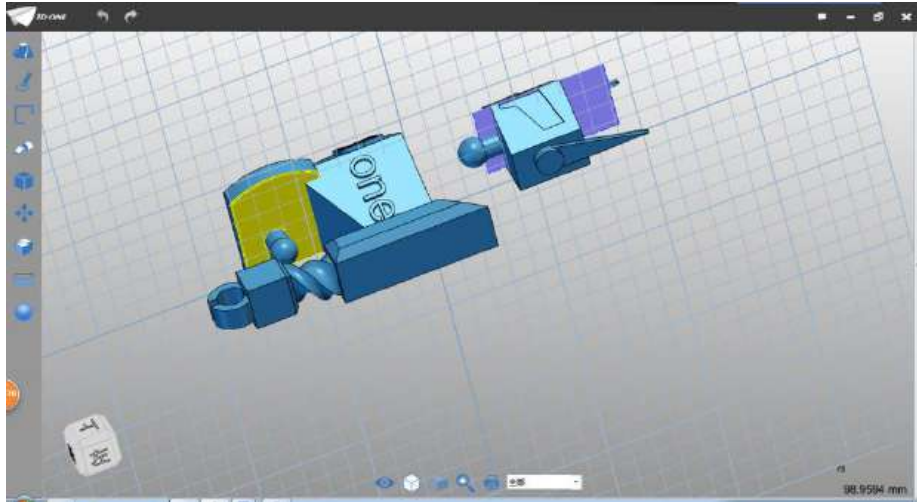

图 4-1
Step 1 选择草图矩形命令，草图绘制平面选择如下图 4-1 所示：